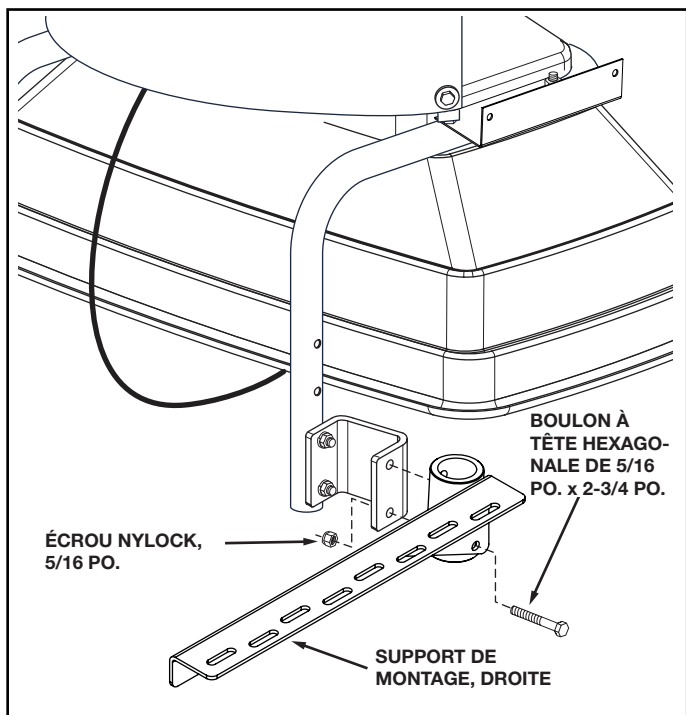

FIGURE 5
- Fixer le support de montage de droite à l'étrier d'extension illustré par la figure 5 en utilisant deux (2) boulons à tête hexagonale de 5/16 po. x 2-3/4 po. et des écrous nylock de 5/16 po. **Serrer.** Répéter l'opération sur l'autre béquille du cadre avec le support de montage de gauche.